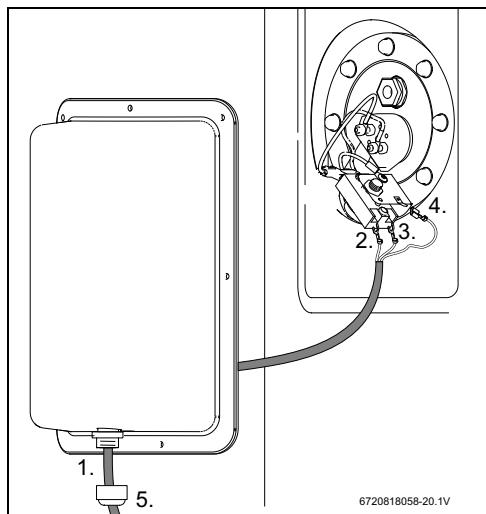

Fig. 35 Raccordement du câble de connexion au ballon de 300 l
- Retirer le couvercle du chauffage d'appoint électrique et faire passer l'autre extrémité du câble par le passe-câbles dans le couvercle (fig. 35).